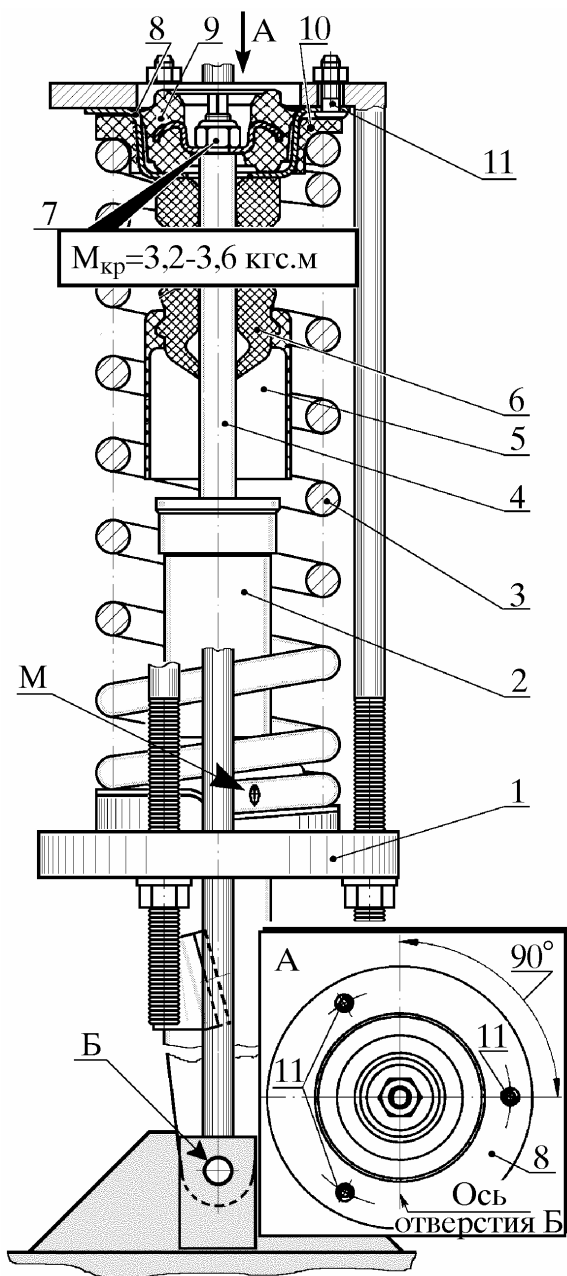

Рис. 12. Сборка пружинной стойки:
7.1.1. Установить амортизатор 2 (рис. 12) нижней чашкой на нижнюю часть приспособления 1